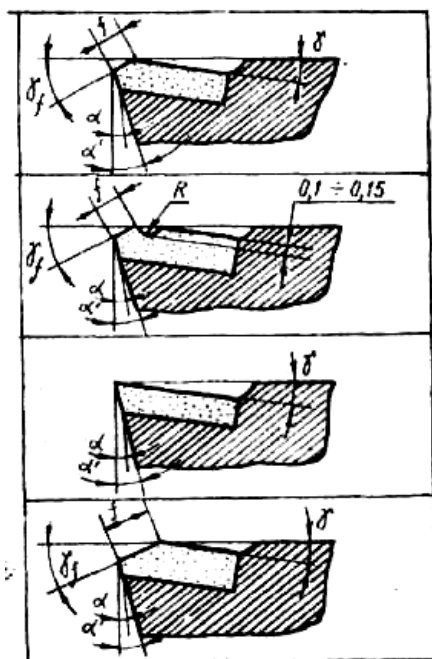

Рис. 3. Виды резцов по форме передней поверхности
- **форме передней поверхности** - плоской с фаской, радиусной с фаской, плоской с порошком (рис. 3), плоской, криволинейной и т. д.;